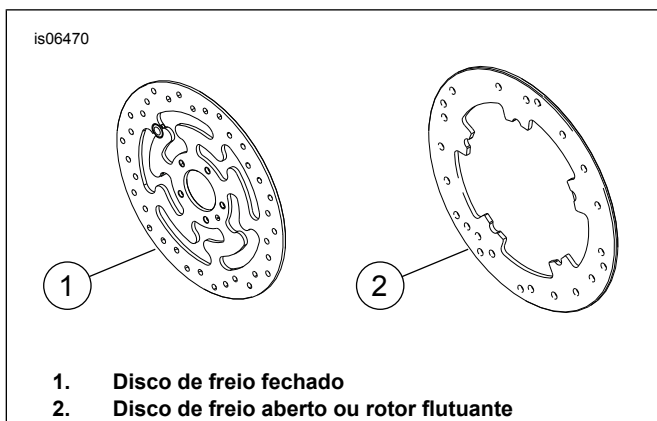

Figura 1. Estilos do disco do freio dianteiro
- Parafusos do disco de freio (veja a Figura 1 e a Tabela 1)